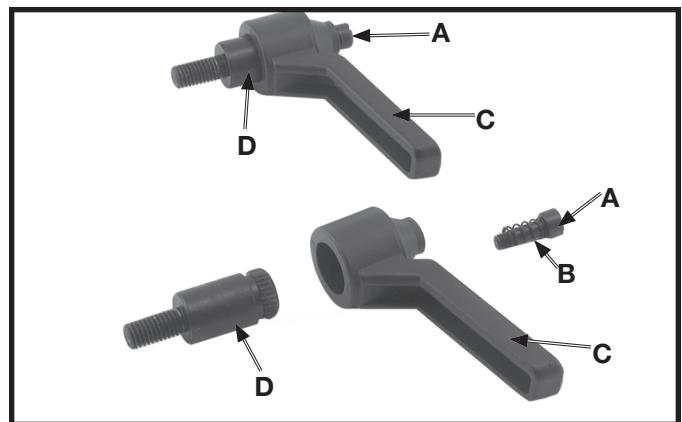

Fig. 13
- Se suministran dos agarraderas de abrazadera con su máquina, una para la mesa de la lijadora de correa y otra para la mesa de la lijadora de disco. Desmántele ambas agarraderas destornillándolas y quitando el tornillo (A), resorte (B), y agarradera (C) del gorrón de cierre (D) como se ilustra en la Fig. 13.